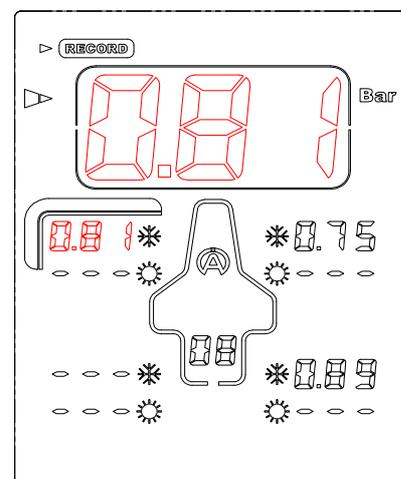

Figura 5
- 6) Premere il tasto centrale  per registrare la pressione misurata e passate al pneumatico seguente. (Figura 5).